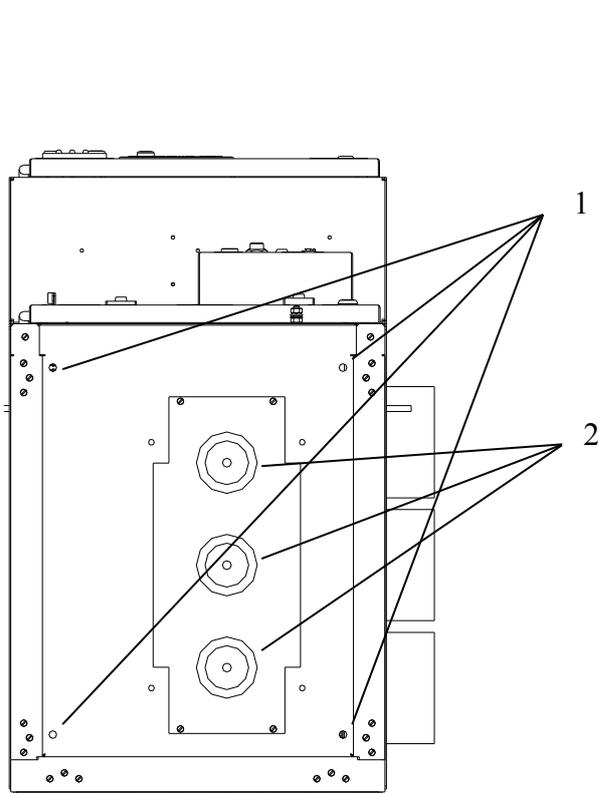

Рисунок 19 - Места крепления КСО к полу.
2.2.4.3 Крепить КСО к штатным точкам крепления анкерными болтами М10х85 к бетонному полу через отверстия диаметром 13 мм (рисунок 19).